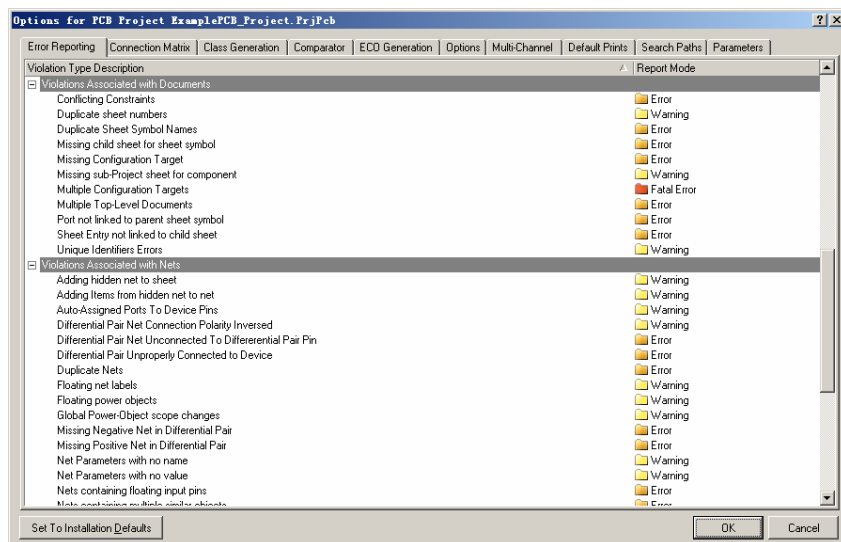

图 2.27 “Options for PCB Project MyPCB_Prj1.PrjPcb”对话框
(1)在主菜单中选择“Project”->“Project Options...”命令，打开如图 2.27 所示的“Options for PCB Project ExamplePCB_Project.PrjPcb”对话框。